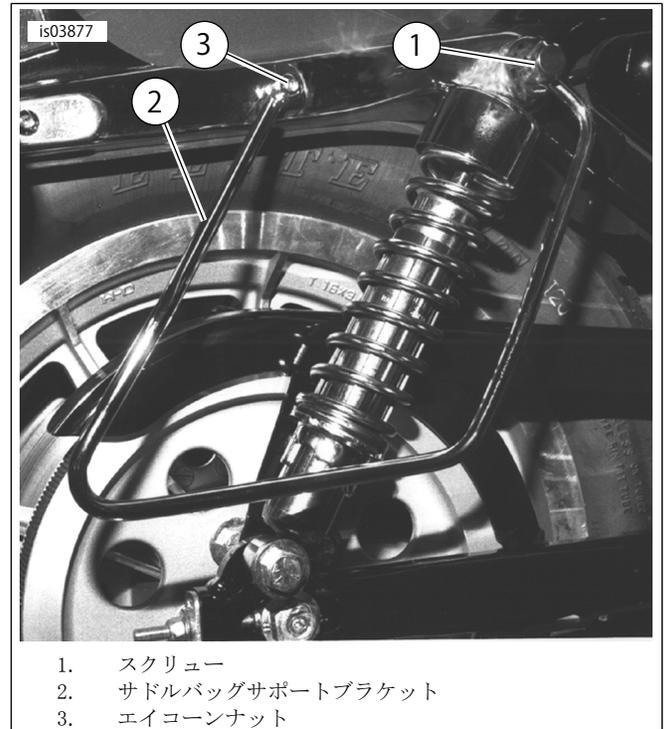

図1. ソフトサドルバッグサポートブラケットの取り付け
3. 「図1」を参照してください。最も前方の標準装備のボタヘッドボルトおよびナット(3)をフェンダーサポートカバーから取り外します。2000年～2003年モデル: ボルトは廃棄し、ナットは後で取り付けに使うため取っておきます。XL1200Nを除く2004年以降の全モデル: ボルトとナットを廃棄します。XL1200Nモデル: ボルトは廃棄し、ナットは後で取り付けに使うため取っておきます。